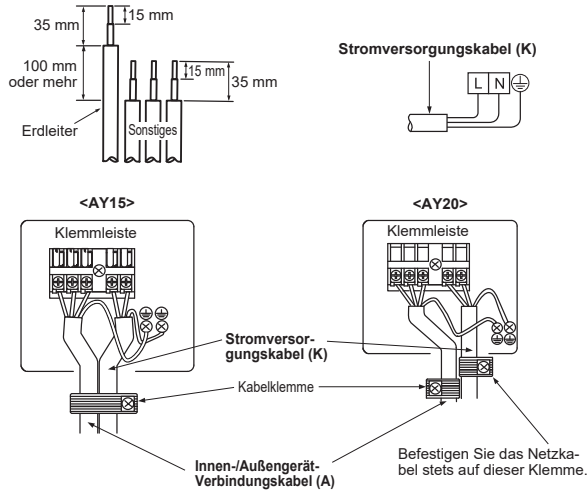

Abbildung 5
- 6) Führen Sie den Ablaufschlauch durch die Wanddurchbruchhülse (C) und haken Sie den oberen Teil des Innengeräts an der Montagetraverse (1) ein. Bewegen Sie das Innengerät dann vollständig nach links, damit Sie die Verrohrung einfacher an der Rückseite des Geräts anbringen können.
- 7) Schneiden Sie den Abstandshalter aus dem Verpackungstyropor aus und setzen Sie ihn auf die Rippe auf der Rückseite des Innengeräts. (Abbildung 5)
- 8) Verbinden Sie die Kältemittelleitung mit dem Verlängerungsrohr (B).
- 9) Schieben Sie den unteren Teil des Innengeräts in die Montagetraverse (1).